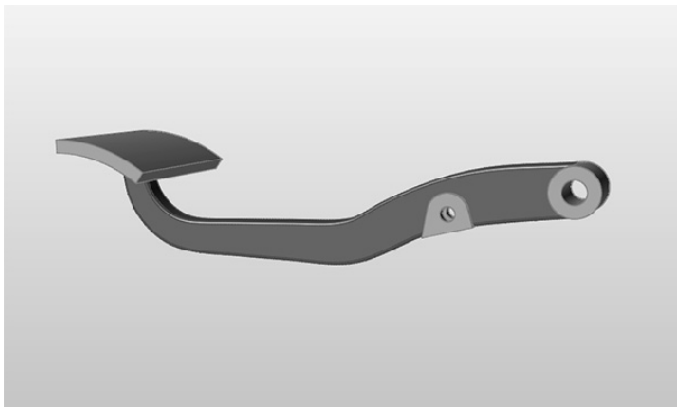

图 6-34
4) 单击空白处, 设计空间呈现为暗红色, 如图 6-34 所示。